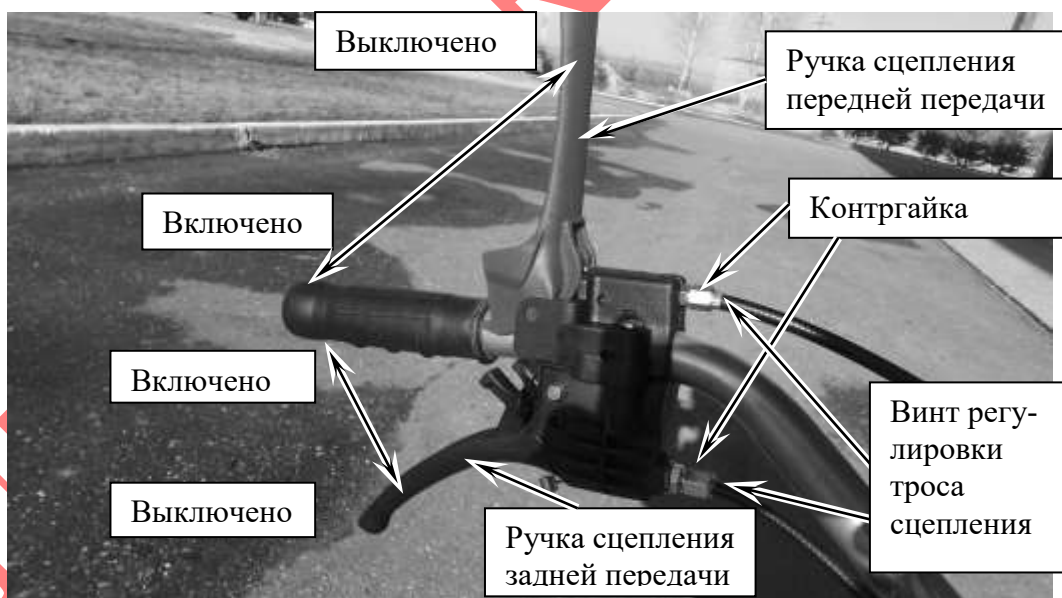

Рис.8 Ручки сцепления в комплекте с тросом.
10.3. Плавно перевести рычаг сцепления из положения «выключено» в положение «включено» и начать движение, Рис.8.
- выключить сцепление, Рис.8;